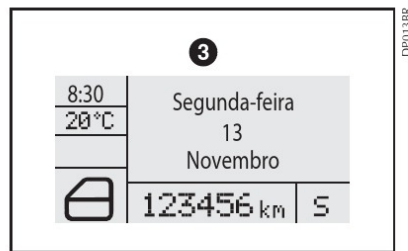

fig. 38
**Display 3-fig. 38** - Ideogramas, informações numéricas e mensagens de texto.